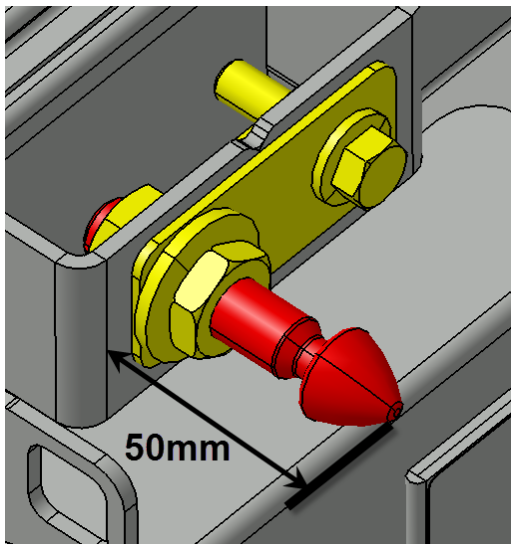

FIGURE 120:
11. Avant le premier essai de fermeture complète de la porte, assurez-vous que la goupille d'alignement/verrouillage n'excède pas plus de 2" (50mm) de son support. (Figure 120:). Des dommages peuvent subvenir à la porte si cette condition n'est pas respectée.